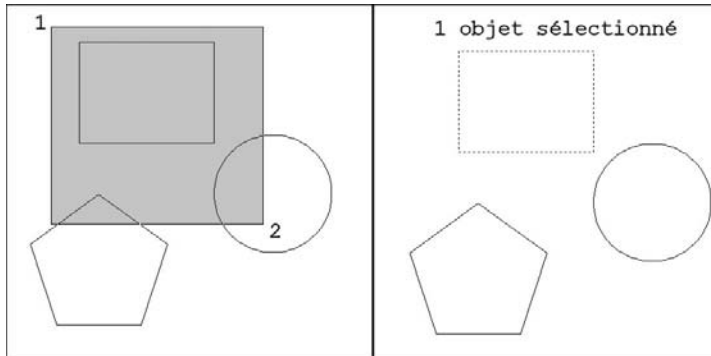

Fig.3.17
- **Fenêtre** (Window) : permet de sélectionner les entités contenues entièrement dans la fenêtre de sélection. Il convient de pointer un point de base puis d'agrandir la fenêtre de sélection vers la droite (fig.3.17). La fenêtre de sélection est de couleur bleue.